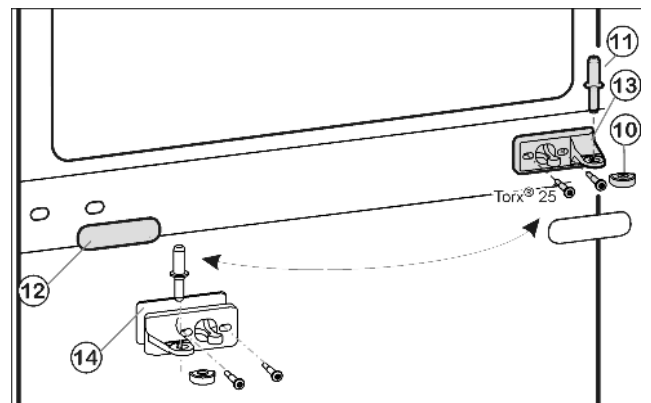

Fig. 9
- ▶ Вытащите из опорного кронштейна и нижней дверцы средний опорный палец Fig. 9 (11).
- ▶ Снимите пластмассовый колпачок Fig. 9 (10).
- ▶ Открутите средний опорный кронштейн Fig. 9 (13) (2 шт. Torx® 25).
- ▶ Осторожно снимите накладку Fig. 9 (12).
- ▶ Прикрутите средний опорный кронштейн Fig. 9 (13) с подкладкой Fig. 9 (14) с поворотом на 180° на новую сторону шарнира (с моментом 4 Нм).
- ▶ Защелкните накладку Fig. 9 (12), повернув на 180°, на стороне, где теперь будет ручка.
- ▶ Снова наденьте пластмассовый колпачок Fig. 9 (10) на средний опорный кронштейн Fig. 9 (13).
- ▶ Вставьте средний опорный палец Fig. 9 (11) на новой стороне шарнира через средний опорный кронштейн Fig. 9 (13) в нижнюю дверцу.